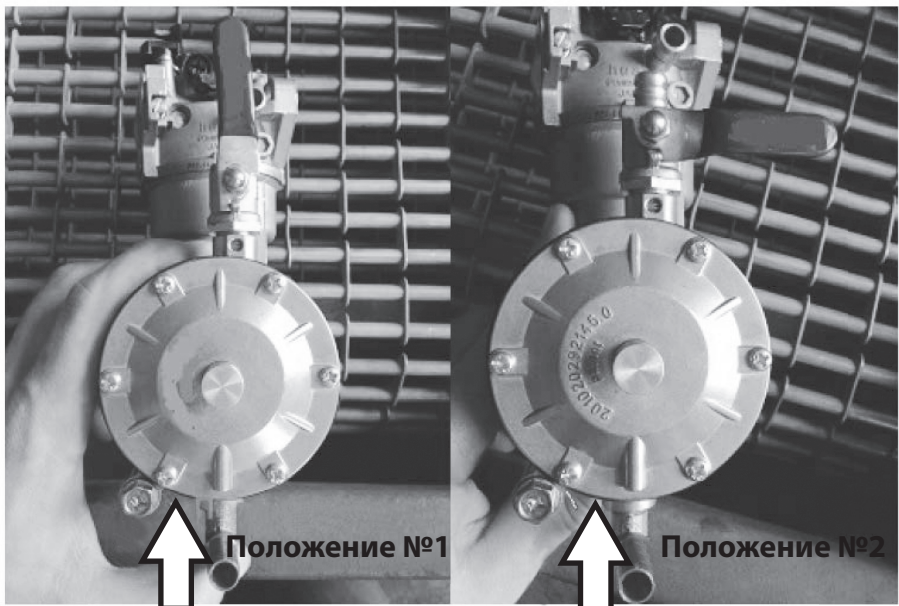

Рис. 2.
1. У якості палива використовується бензин марки АІ-92, а також побутовий зріджений балонний газ: пропан і бутан, бутан і магістральний газ (див. також рис. 2).
3. При використанні бензину перевести важіль керування повітряною заслінкою у крайнє ліве положення при запуску холодного двигуна и в проміжне положення при запуску прогрітого двигуна. При використанні газу натиснути на декілька секунд кнопку в центрі регулятора (поз.1, рис.2) для заповнення впускної трубки газом, після чого відпустити кнопку.